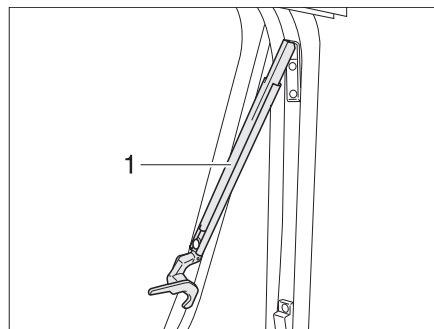

Fig. 72 Finestra apribile con deflettori automatici, aperta
- Aprire la finestra apribile fino al punto di arresto desiderato. Il deflettore automatico (Fig. 72,1) si innesta automaticamente in posizione.